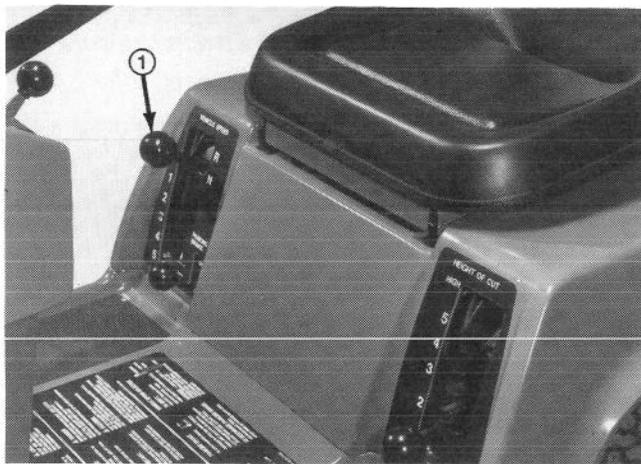

Fig. 33
4. Mettre la commande de changement de vitesse (Fig. 33) au point mort et la commande d'embrayage de l'unité de coupe sur DISENGAGE. Enclencher le frein à main afin que le tracteur ne bouge pas. Tourner la clé de contact sur START et mettre le moteur en route. Placer la commande d'embrayage de l'unité sur ENGAGE et se soulever du siège avec prudence. Le moteur devrait s'arrêter. S'il ne s'arrête pas, couper le moteur et faire réparer le système de sécurité par un concessionnaire agréé TORO. Si le moteur coupe lorsque l'utilisateur se soulève du siège, alors le système de sécurité fonctionne correctement.